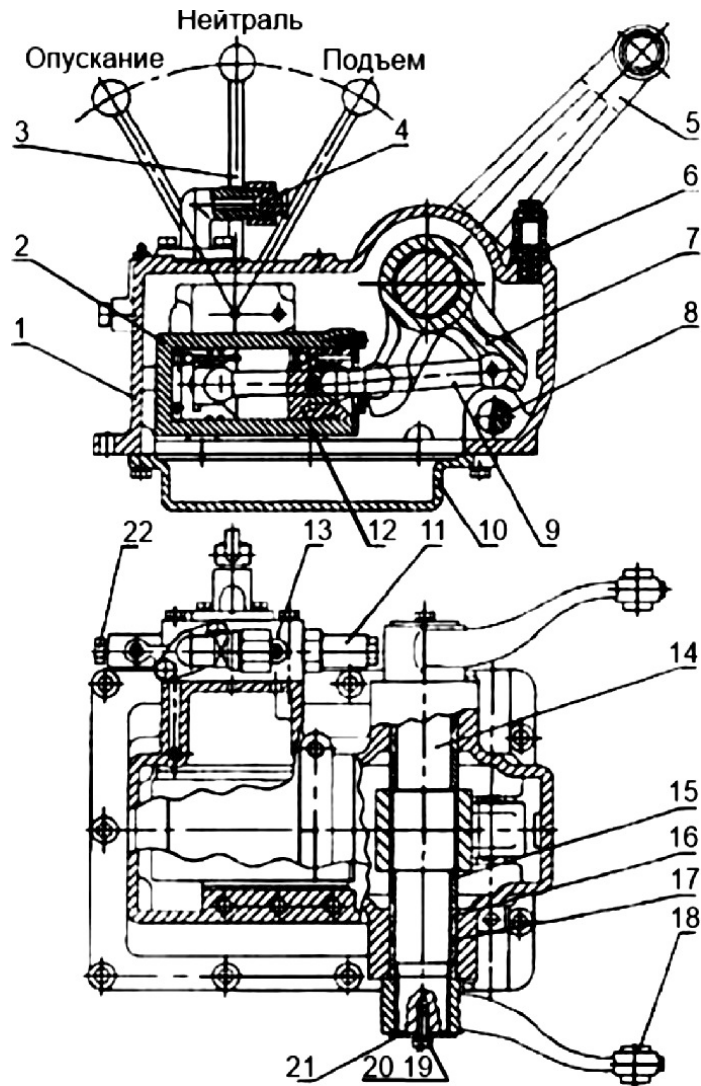

Рис. 27. Гидравлический подъемник.
Подъемник оснащен распределителем, предохранительным клапаном, цилиндром, внутренним рычагом, подъемным валом, подъемным рычагом, рычагом управления и т. д. (см. рис. 27). Внутренняя камера используется в качестве гидравлического масляного бачка.
Предохранительный клапан (11) установлен на распределителе для ограничения предельного давления гидравлической системы. Когда давление системы превышает допустимое значение, шарик предохранительного клапана выдавливается и открывает поток масла в масляный бачок (рис. 27).